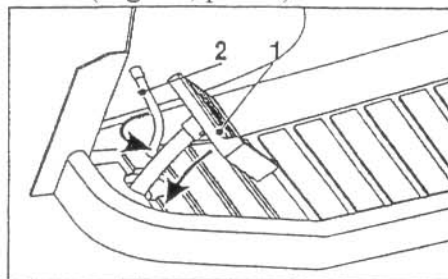

Fig. 15
3. Appuyer à fond sur la pédale de frein, et la maintenir (Fig. 15, pos. 1).